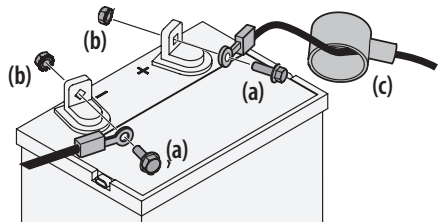

Figura 12
1. Retire la cubierta plástica, si está presente, del terminal positivo de la batería. Conecte el cable rojo al terminal positivo de la batería (+) utilizando el perno (a) y la tuerca hexagonal (b). Consulte la Figura 12.
2. Retire la cubierta plástica, si está presente, del terminal negativo de la batería y conecte el cable negro al terminal negativo de la batería (-) utilizando el perno (a) y la tuerca hexagonal (b). Consulte la Figura 12.
3. Coloque el capuchón de goma rojo (c) sobre el terminal positivo de la batería para protegerlo contra la corrosión. Consulte la Figura 12.